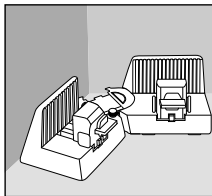

Fig. 4
- ◆ Coloque el producto en una esquina o alrededor de una esquina para medir el ángulo interno o externo. Los brazos móviles **1** deben quedar colocados de forma plana sobre la pared (consulte la fig. 4).